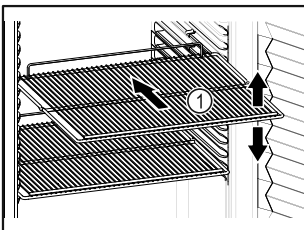

Fig. 31
- ❑ Déplacer les grilles de support Fig. 31 (1) en fonction de la hauteur nécessaire.